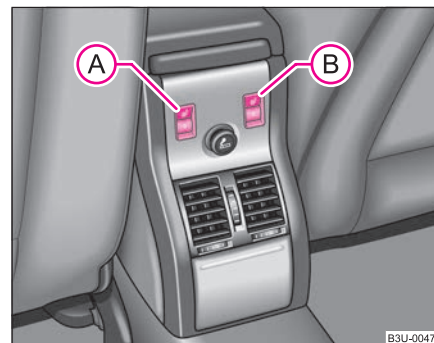

Fig. 64 Consola central trasera: regulador giratorio para calefacción de asientos traseros
- Girando la ruedecilla moleteada A o B ⇒ página 84, fig. 64 puede conectar y regular el calefaccionado del asiento trasero izquierdo o derecho.